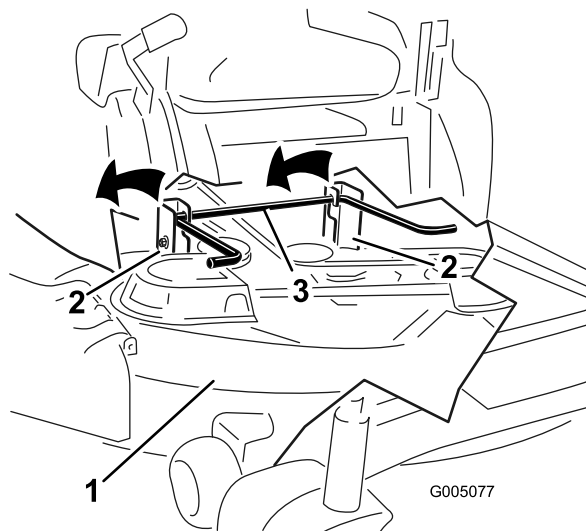

Figura 57
5. Eleve la carcasa de corte y separe ésta y las pletinas de suspensión de la varilla de elevación trasera; luego baje el cortacésped con cuidado al suelo (Figura 57).
5. Eleve la parte trasera de la carcasa de corte y coloque los soportes sobre la varilla de elevación trasera (Figura 57).